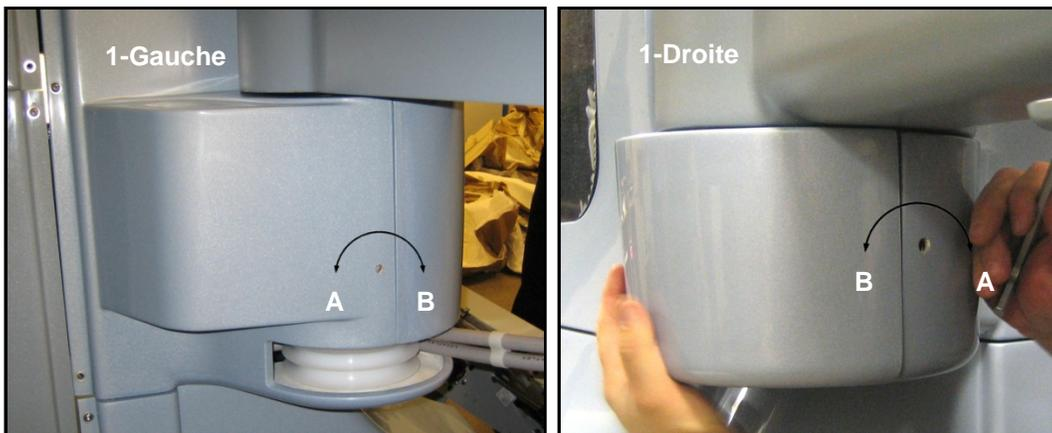

Figure 1 : Verrouillage des capots de la gaine centrale et des épaules.
- 1.2. Faites complètement pivoter le loquet du capot de l'épaule gauche dans le sens horaire vers la position B afin de le remettre en position initiale. Voir la Figure 1-Gauche.
- 1.3. Faites complètement pivoter le loquet du capot de l'épaule droite dans le sens anti-horaire vers la position B afin de le remettre en position initiale. Voir la Figure 1-Droite.
La figure 1-Gauche représente le capot de l'épaule gauche.
La figure 1-Droite représente le capot de l'épaule droite.
- 1.4. Installez le capot de la gaine centrale en poussant la partie supérieure vers l'intérieur pour fixer les plots de guidage et en faisant complètement pivoter les deux mécanismes de verrouillage vers la position A représentée dans les Figure 1-Gauche et Figure 1-Droite.